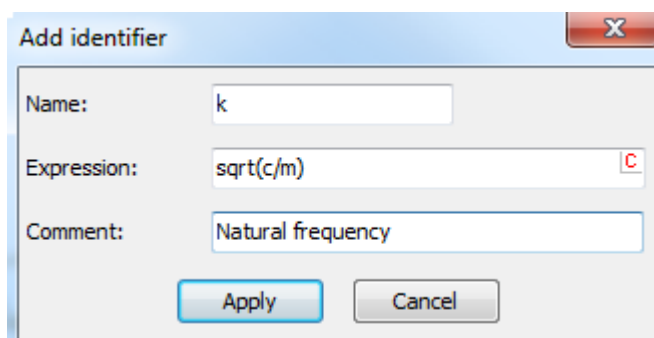

图 2.16 参数符号 k
2. 在弹出窗口定义参数符号 **k**（固有频率）及表达式  $\sqrt{c/m}$ ，如图 2.16 所示。